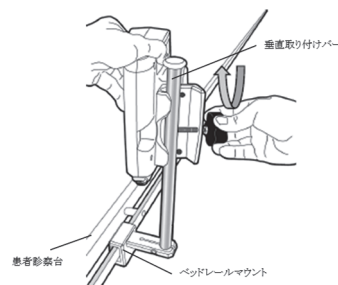

図 1: FFR Link 取付け図(例)
(1) 使用準備
- ① FFR Link を設置する(図 1 参照)
- ② 必要に応じて Pa 出力ケーブル及び Pd 出力ケーブルを用いて FFR Link と血行動態モニタ*を接続する。
- ③ IBPトランスデューサケーブル*を IBP 入力アダプタケーブルに接続し、IBP 入力アダプタケーブルを FFR Link に接続する。
- ④ 電源ケーブル(FFR Link 用)を FFR Link に接続する。